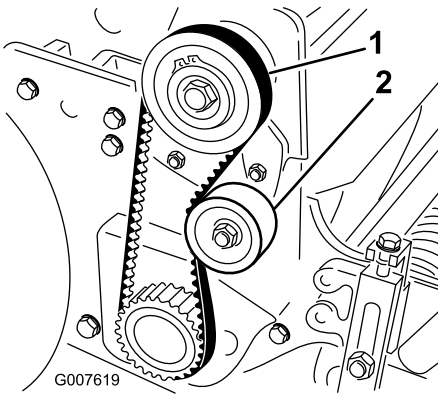

図 36
2. プーリ間の中央部 図 36 でベルトを 18–22 N (1.8–2.2 kg) 程度の力で押して点検する。ベルトのたわみが 6mm あれば適正とする。
- A. アイドラプーリ固定ナットをゆるめ、プーリを右に回してベルトの背に押しつけて、適当な張りを出す 図 36。